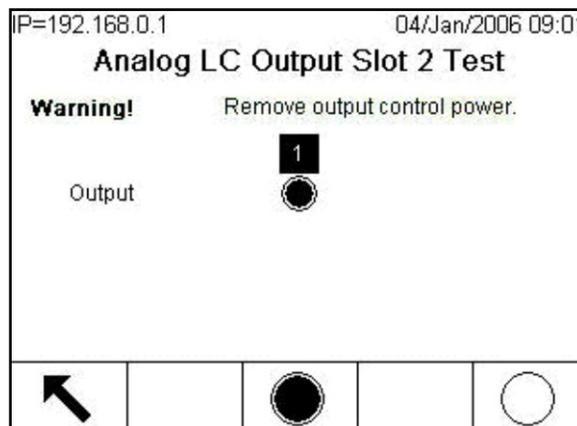

Figure 3-210 : Écran Analog LC Output Slot 2 Test
4. Avec la sortie sélectionnée, appuyez sur la touche programmable DÉACTIVER DISCRETE  pour désactiver la sortie ou sur la touche programmable ACTIVER DISCRETE  pour activer la sortie. La Figure 3-210 affiche l'écran de test pour un capteur analogique avec sa sortie activée.